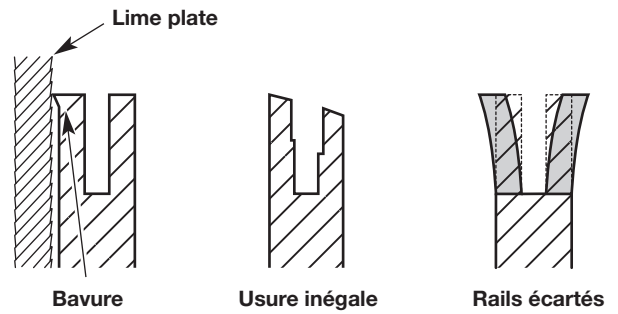

Fig. 40
3. Vérifiez fréquemment la tige de guidage afin d'y déceler des signes de dommages (Fig. 40). L'usure irrégulière et l'ébarbage des rails de guidage (les nervures de chaque côté de la rainure de la tige) sont des processus normaux d'usure de la tige de guidage. Ces défauts doivent être limés dès qu'ils se produisent (Fig. 40). Une tige de guidage avec les défauts suivants doit être remplacée :